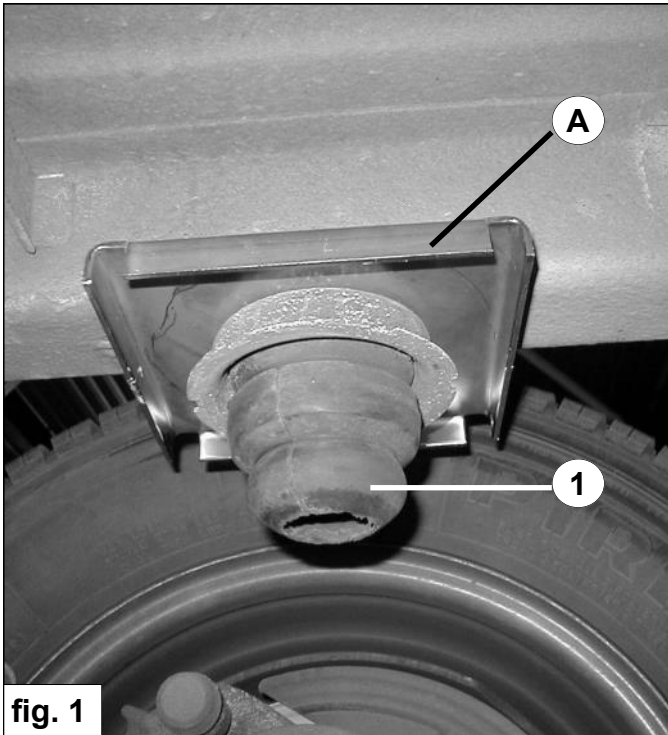

fig. 1
2. Plaats de bovenste veerschotel A met de opgelaste strip aan de binnenzijde van het voertuig. Monteer deze met de buffer. Zie fig. 1.